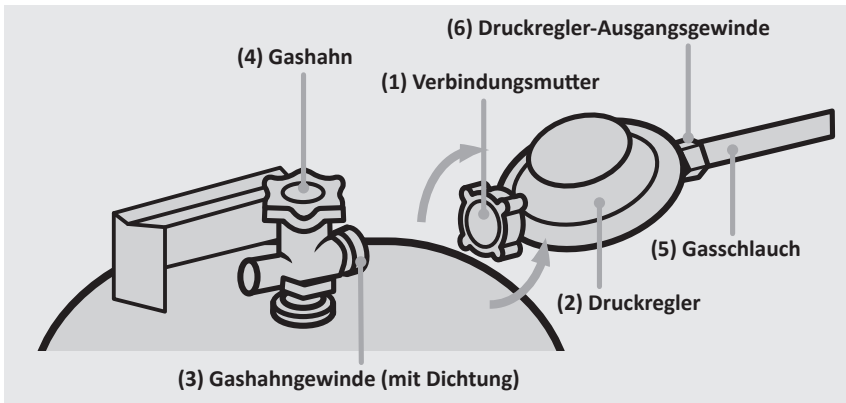

Abb.2: Montage des Druckreglers
1. Verbinden Sie den **Druckregler** (Abb.2, Nr. 2) mit dem **Gasschlauch** (Abb.2, Nr. 5). Schrauben Sie hierfür die **Überwurfmutter** des Gasschlauches am Gewinde des Druckreglers durch Linksdrehung mit Hilfe eines Gabelschlüssels SW 17 fest.
2. Verbinden Sie dann den **Gasschlauch** (Abb.2, Nr. 5) mit dem **Gasventileingang** (Abb.1, Nr. 4) des Heizstrahlers. Schrauben Sie hierzu die zweite Überwurfmutter des Gasschlauches am Gasventileingang durch Linksdrehung mit der Hand fest.
3. Verbinden Sie den Druckregler mit der Gasflasche, indem Sie die **Verbindungsmutter** (Abb.2, Nr. 1) des **Druckreglers** (Abb.2, Nr. 2) mit der Hand auf das **Gashahngewinde** (Abb.2, Nr. 3) schrauben.